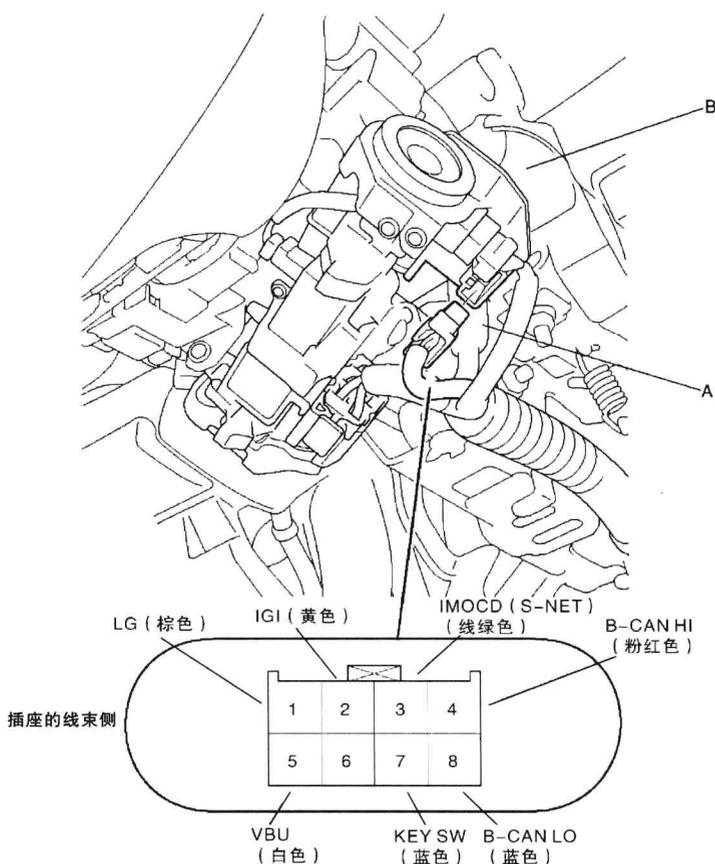

图1-1-1 将8针插接器（A）从发动机防盗锁止无钥匙控制单元（B）上断开
3) 将8针插接器（A）从发动机防盗锁止无钥匙控制单元（B）上断开，如图1-1-1所示。